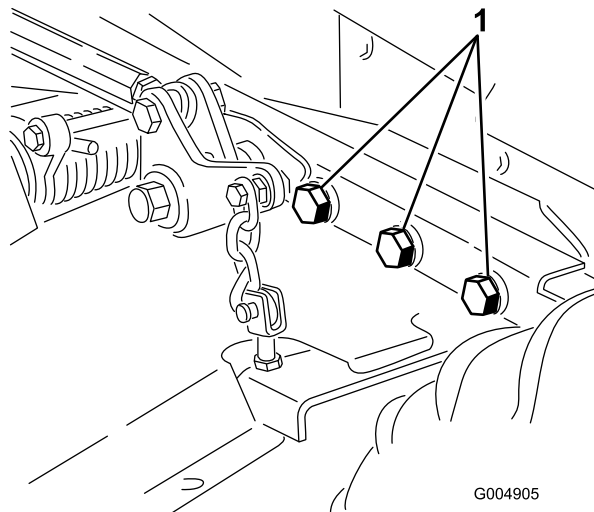

Bild 66
4. Prüfen Sie auf lockere Befestigungsteile und ziehen diese bei Bedarf fest. Ziehen Sie besonders die sechs Schrauben auf 359 Nm an, mit denen der Mähwerkrahmen an der Zugmaschine befestigt ist (Bild 66).